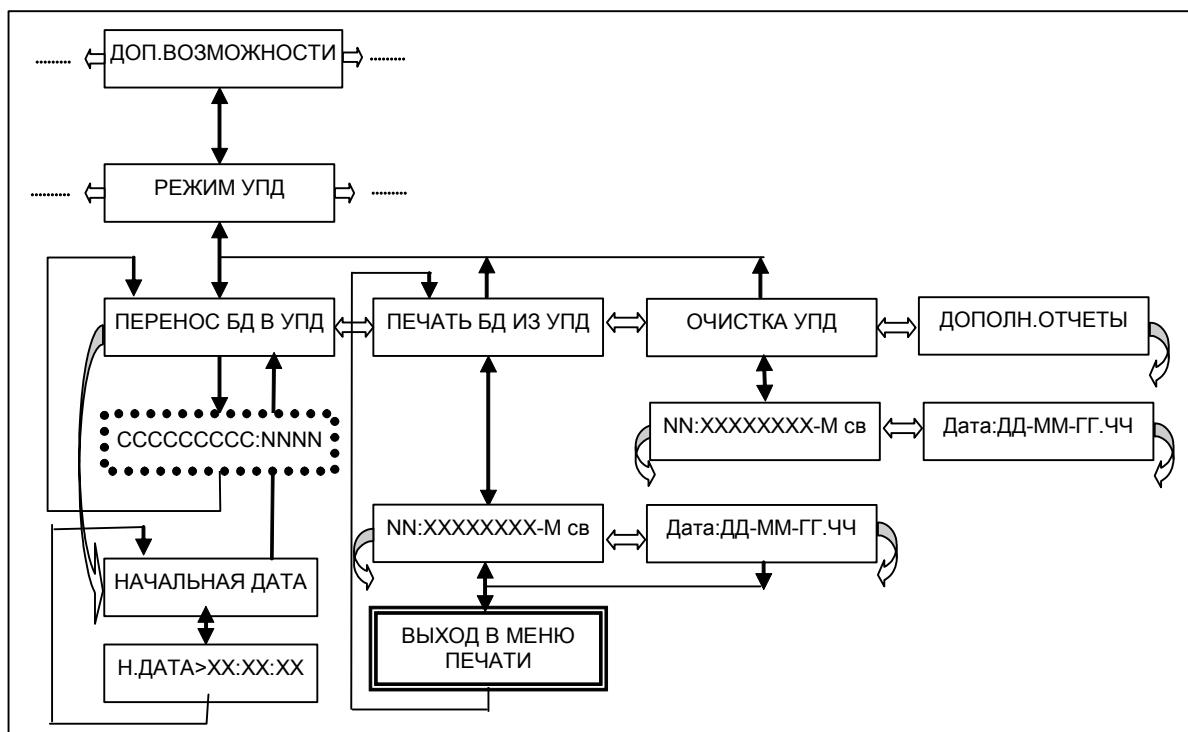

Рисунок 12 — Структура меню переноса данных
- войти в подменю «**Перенос БД в УПД**» меню переноса данных (рисунок 12) и клавишей « $\leftarrow\rightarrow$ » перейти к подменю «**Начальная дата**»;